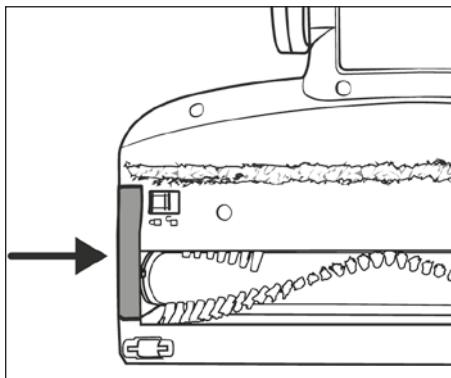

Fig. 27
- 5) Inserte el rodillo de cepillos ① en el cepillo para suelos ②. Para insertarlo con más facilidad, gire ligeramente el rodillo de cepillos ① al mismo tiempo.
- 6) Vuelva a montar el soporte del rodillo de cepillos 20 en el cepillo para suelos 22. Presiónelo hacia abajo hasta que encastre con un chasquido en el cepillo para suelos 22 (consulte la fig. 27).